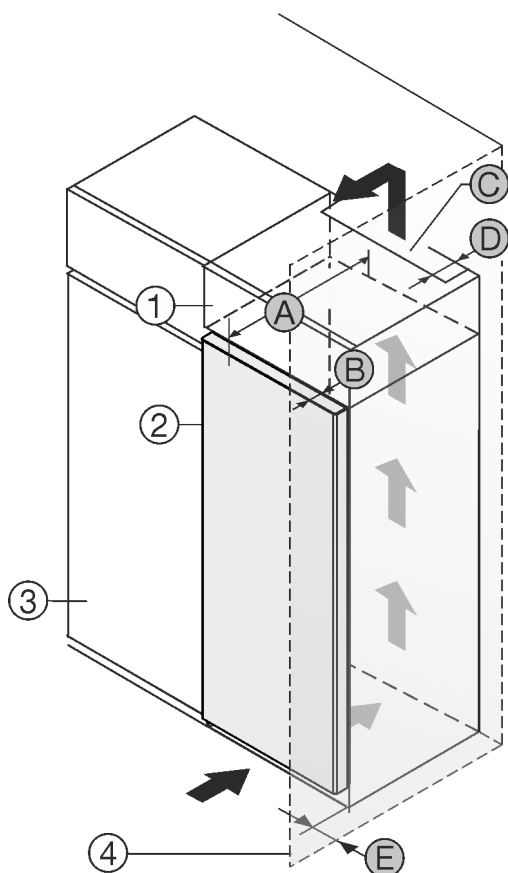

Fig. 1
Поставете уреда непосредствено до кухненския шкаф Fig. 1 (3).\*
Поставете уреда с разстояние от 5 cm между уреда и кухненския шкаф Fig. 1 (3).\*
От задната страна на шкафа-пристройка трябва да има вентилационен отвор с дълбочина Fig. 1 (D) по цялата ширина на шкафа-пристройка.\*
Под тавана на помещението трябва да е спазено сечението за вентилация Fig. 1 (C).\*
Когато уредът се поставя с пантите до стена Fig. 1 (4), разстоянието между уреда и стената трябва да е поне 40mm. Това отговаря на разстоянието, с което дръжките стърчат при отворена врата.\*